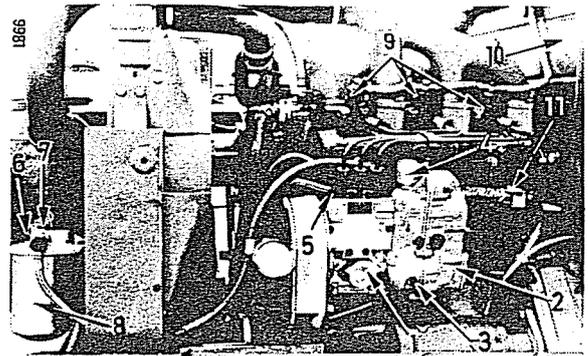

Fig. 35
- Fermez le robinet d'arrêt de combustible (11, Fig. 35).
- Assurez-vous de la présence de combustible dans le réservoir et ouvrez le robinet d'arrêt (Fig. 35).